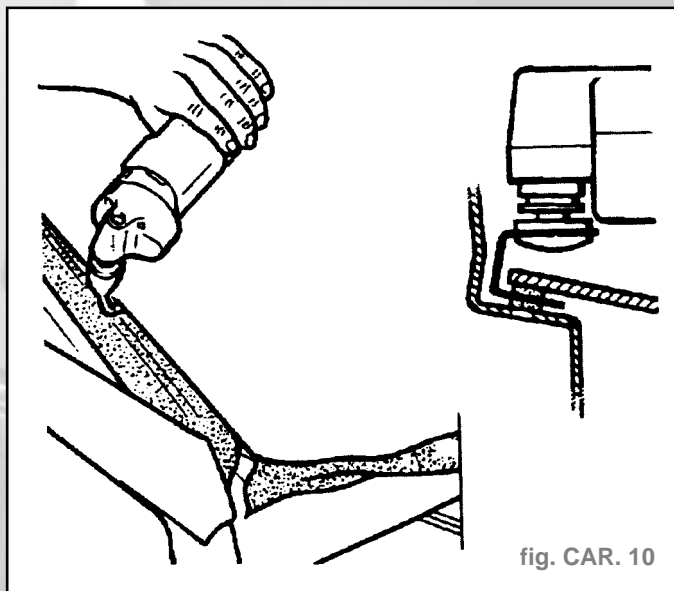

fig. CAR. 10
- Engager la lame entre la vitre et la feuillure (fig. CAR. 10).